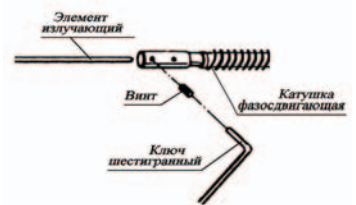

Рис. 2
1.1 Состыкуйте все излучающие элементы и фазосдвигающие катушки согласно рис. 1. **Будьте внимательны при выполнении этой операции, не перепутайте излучающие элементы местами.** При сборке антенны используется крестовая отвертка и шестигранный ключ, поставляемый в комплекте (рис. 2).